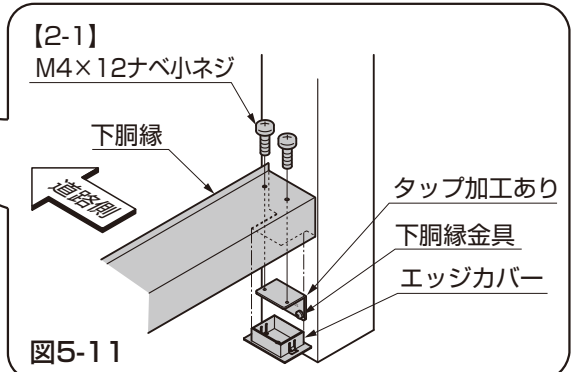

図5-11
- 下胴縁金具は、タップ加工がある穴を天面にして取付けてください。(図5-11参照)